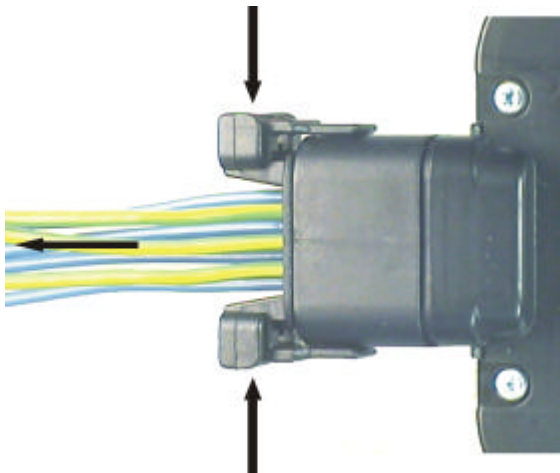

Abb. 9: Stecker entstecken
- Rasthaken durch Zusammendrücken der Rastwippen aushaken, siehe Abbildung 9.